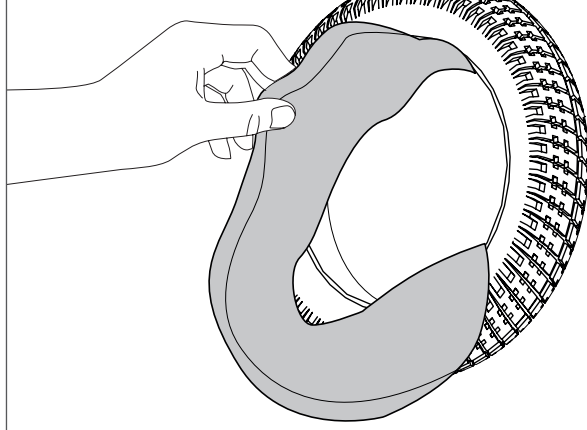

図8.9
- ・ 組み立てる前に、すべての部品に汚れがないことを確認します (図8.9)。